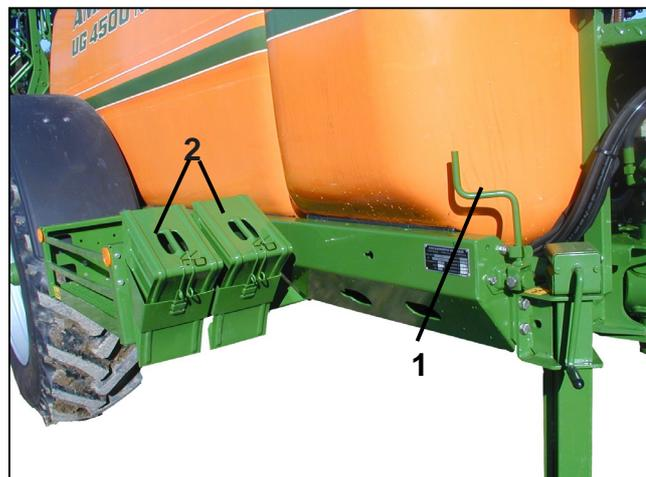

Fig. 5.8
- Feststellbremse (Fig. 5.8/1) lösen: